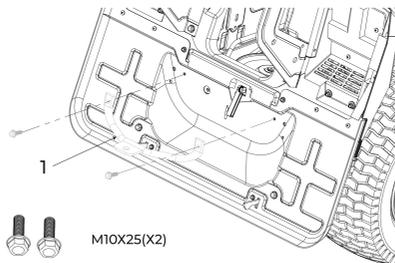

Рис. 10
6.9. Установка прицепного устройства (рис. 10)
· Установите прицепное устройство (рис. 10, поз 1) с помощью 2 болтов (M10x25).